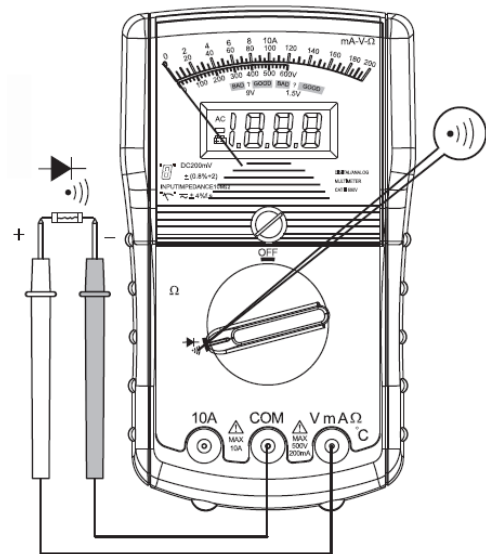

Рисунок 8
6.6. Прозвонка цепей и проверка диодов (см. рисунок 8)